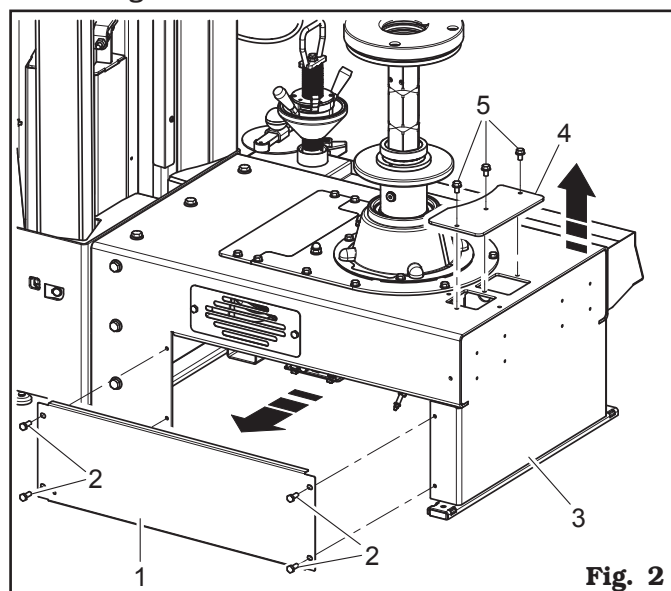

Fig. 2
2. Rimuovere il carter laterale sinistro (Fig. 2 rif. 1) dal telaio dello smontagomme (Fig. 2 rif. 3) svitando le opportune viti di fissaggio (Fig. 2 rif. 2). Rimuovere la piastrina (Fig. 2 rif. 4) svitando le viti (Fig. 2 rif. 5).